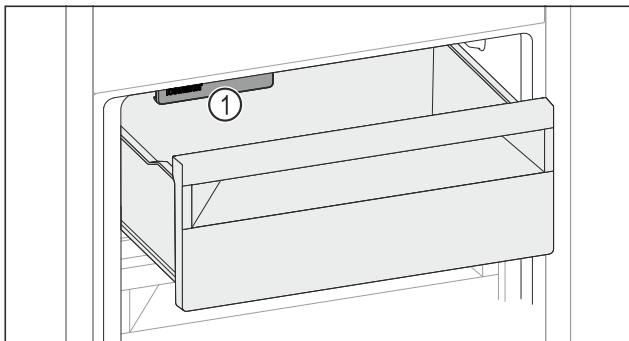

Fig. 61
► Prihľadajte na IceMaker Fig. 61 (1).